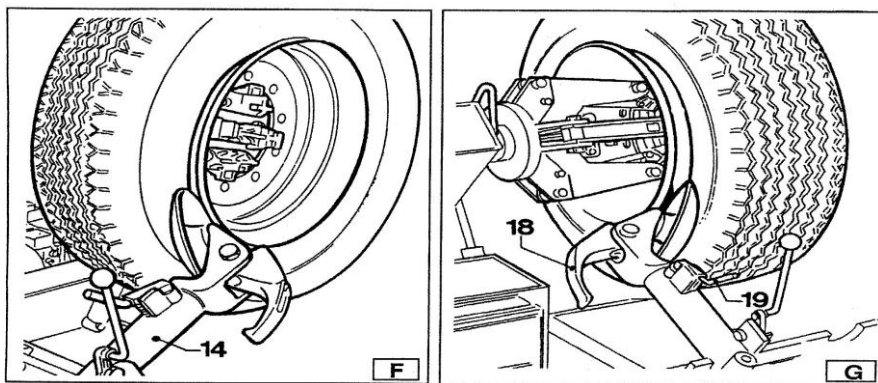

Рисунок 9. Отжим бескамерных и очень жестких шин
3) Расположите рабочую руку в нижней части обода (14, Рис.9-F) и немного надавите на край колеса рабочей рукой для фиксации.
4) Вращайте колесо, пока отжимная тарелка не начнет свободно скользить по внешнему краю обода (Рис.9-F).
7) После освобождения внешнего края шины (14,рис.9-F). Переведите монтажную руку в нерабочее положение. Затем переместите её к внутренней части колеса в рабочее положение, как показано на рисунке 9-G.
8) Нажмите монтажной головкой (тарелкой) на шину (Рис. 9-G.) и поверните колесо на 180°, пока головка не зафиксируется на ободке автоматически.
Примечание: во время отжима, крюк (18,рис.9-G), может упираться в неровности обода, требуется следить за правильным ходом крюка.
Крючок на отжимной руке должен быть использован следующим образом (18,рис.9-G).